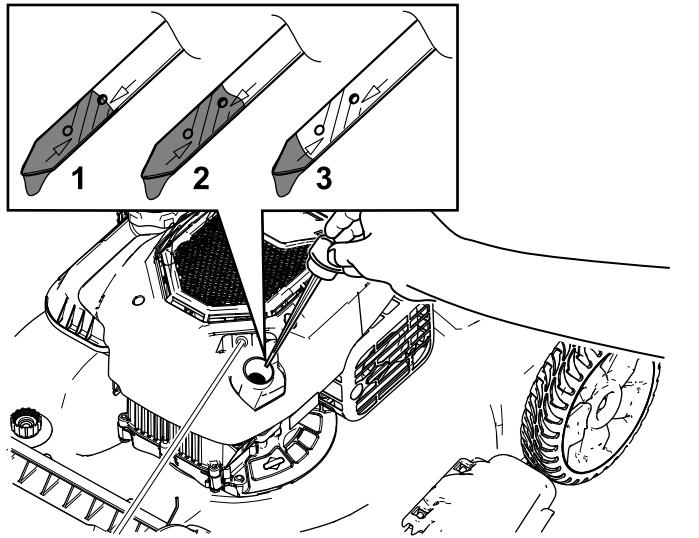

Рисунок 29
- Для слива отработанного масла через маслозаливную горловину переверните машину набок (чтобы воздушный фильтр был сверху) (Рисунок 29).